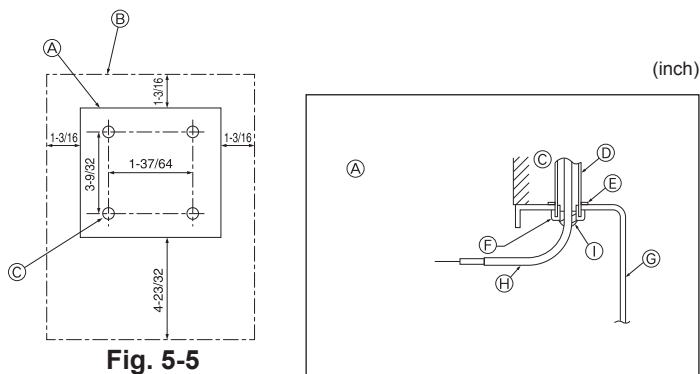

Fig. 5-5
(1) Sélectionner l'endroit d'installation de la télécommande. (Fig. 5-5)